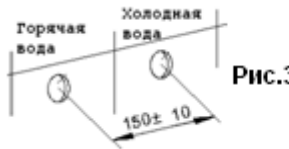

Рис.3
2. Выводы горячей и холодной воды с G1/2 внутренней резьбой должна быть установлены с расстоянием между центрами 150±10 мм, убедитесь, что центральная линия расположена строго горизонтально и вертикально к стене. Левый вывод – труба с горячей водой, правый вывод – труба с холодной водой (рис.3)